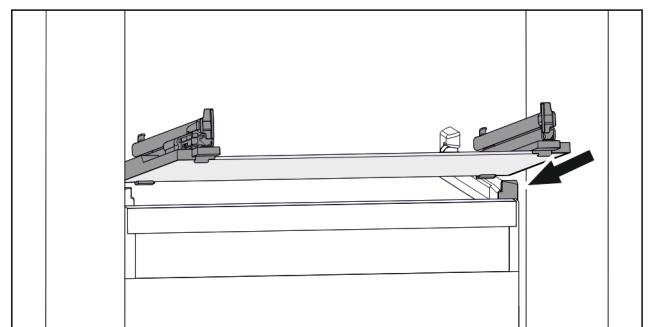

Fig. 89 Примерное отображение стеклянной пластины
- ▶ Наклоняя вниз, установите стеклянную пластину за стопоры. (см. Fig. 89)